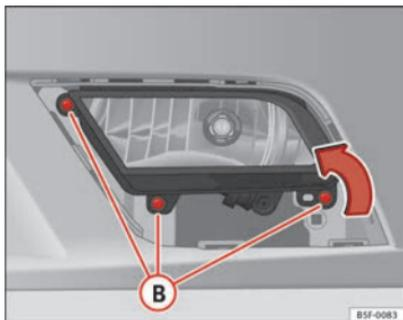

Abb. 188 Nebelscheinwerfer
- Entfernen Sie die Schrauben (3x) ⇒ Abb. 188 **B**, um den Nebelscheinwerfer herauszunehmen.